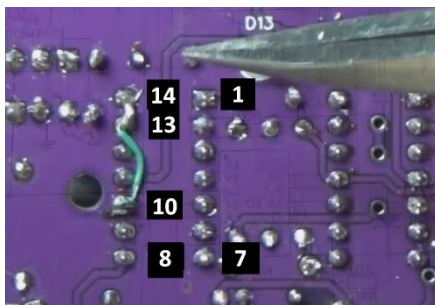

Figura 2
- 2) Sul lato saldature del circuito stampato collegare i pin 14, 13 e 10 di U2 (Figura 2)